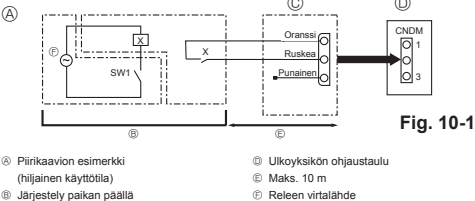

Fig. 10-1
- ① Piirikaavion esimerkki (tarvetointo)
- ② Järjestely paikan päällä
- ③ Ulkoinen sisäntuloadapteri (PAC-SC36NA-E)
- ④ Ulkoyksikön ohjaustaulu
- ⑤ Maks. 10 m
- ⑥ Releen virtalähde
10.1. Hiljainen käyttötila (muutostyö paikan päällä) (Fig. 10-1)